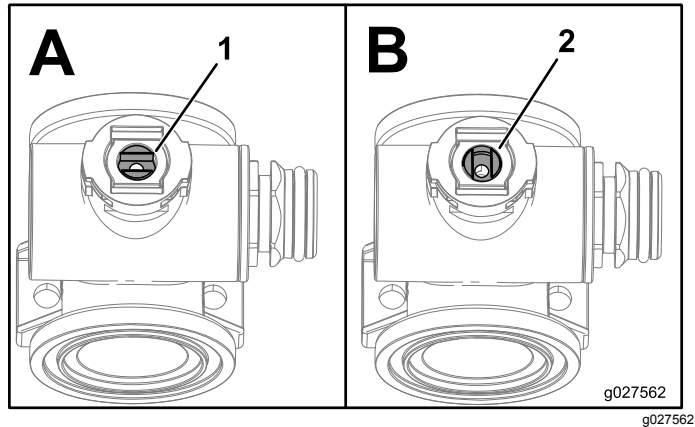

Figure 111
1. Positionnez la tige de la valve pour la placer en position fermée (B de la Figure 111).
3. Tournez la tige de la valve pour placer la bille à la position OUVRETE (A de la Figure 111).
7. Tournez la tige de la valve de sorte à fermer la valve (Figure 111).